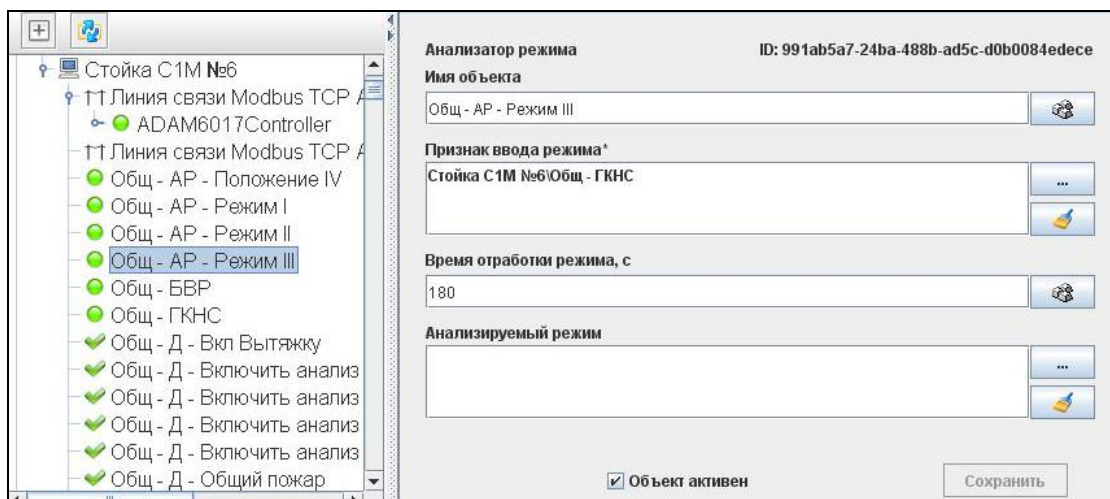

Рисунок 15 — Элемент «Анализатор режима»
3.10.3.1. Служит для определения того, что состояния устройств соответствуют введенному режиму работы (рис. 15). Определение осуществляется на основе признака ввода режима — устройства контроля несоответствия состояния. Если состояние признака «Норма» — режим отработан, если «Активен» — режим не отработан.